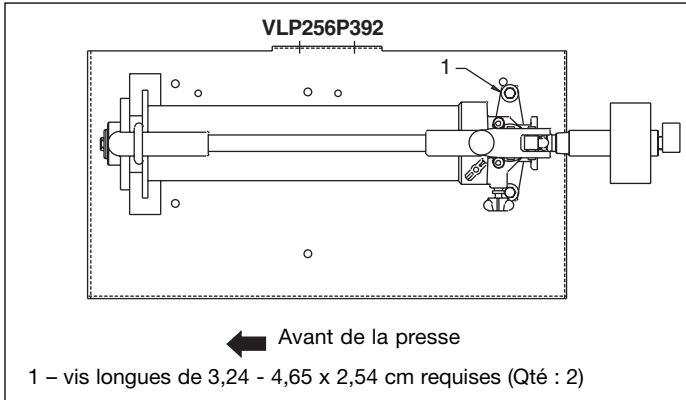

Figure 2, Pompe manuelle
1. Monter la pompe manuelle sur la table à deux emplacements en utilisant la visserie fournie. Voir la Figure 2.